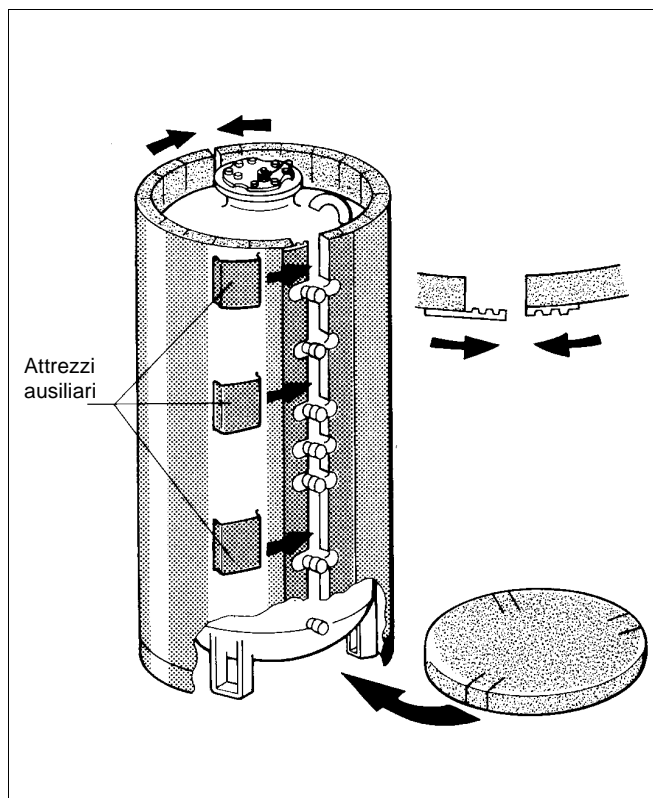

Fig. 7
- Piazzare il disco termoisolante con gli intagli, sul pavimento, nell'ambito dei piedi dell'accumulatore, vedi fig. 7.
Chiudere per prima la lista di chiusura alle tubazioni di collegamento e bloccarla con gli attrezzi ausiliari (profili a U - vedi fig. 7).
- Disporre il materassino termoisolante forato attorno al corpo dell'accumulatore, in modo che i fori coincidano con gli attacchi (fig. 7).
- Mettere il disco termoisolante sul coperchio passamano, in modo che coincida con il materassino termoisolante fig. 7.